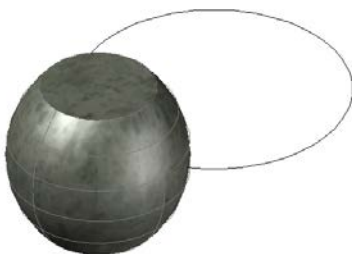

图 12.40 打开素材图形并绘制圆
(1) 启动 AutoCAD 2012 后,打开附带光盘中的 CDR0M / 素材 / Cha12 / 圆凳.dwg 文件。并在 Z 轴正方向的某一位置创建一个圆,然后调整视图显示,效果如图 12.40 所示。